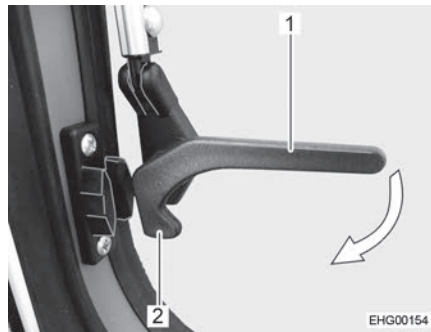

Fig. 62 Palanca de bloqueo de al lado (posición "abierta")
- Girar la palanca de bloqueo de al lado (Fig. 62,1) un cuarto de vuelta hacia el marco de la ventana hasta que engatille el saliente de bloqueo (Fig. 62,2).